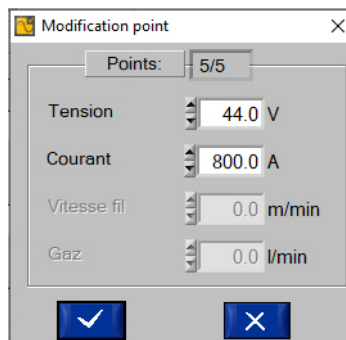

Imagen. 13 : Página de modificación de punto
- - Los puntos no convienen, en este caso colóquese sobre el punto a corregir y haga clic sobre la pestaña «Modif». La zona «Modificación de puntos» (Imagen 13) se abre.